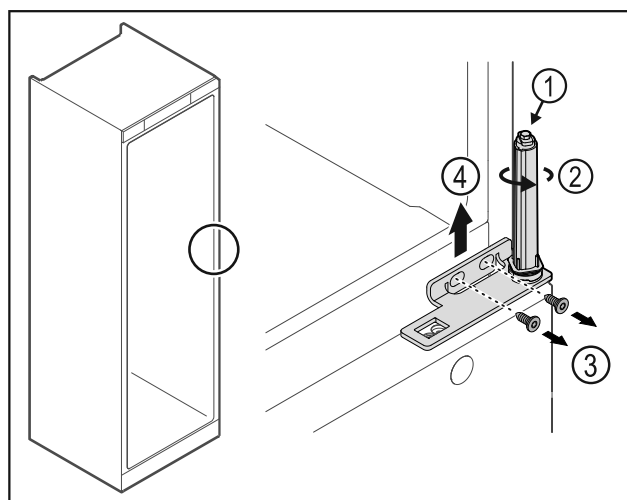

Fig. 27
- ▶ Nu dezasamblați sistemul de închidere al ușii Fig. 27 (1).
- ▶ Rotiți Fig. 27 (2) sistemul de închidere, până când face clic.
- ▶ Desfaceți șuruburile Fig. 27 (3), detașați colțarul balamalei în sus Fig. 27 (4).